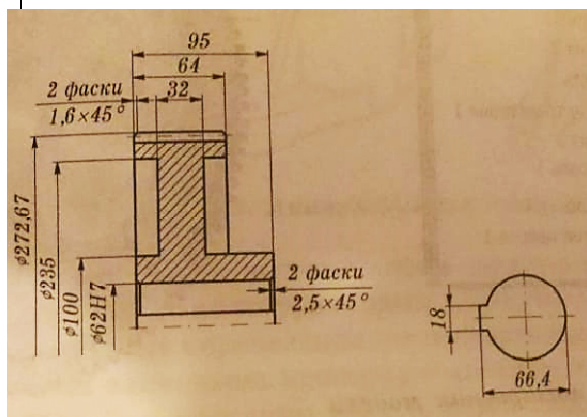

Рисунок 1 – Чертеж колеса
- 1 Создать 3D модель колеса согласно чертежа рис.1 (упрощенно без зубьев) в САПР КОМПАС-3D